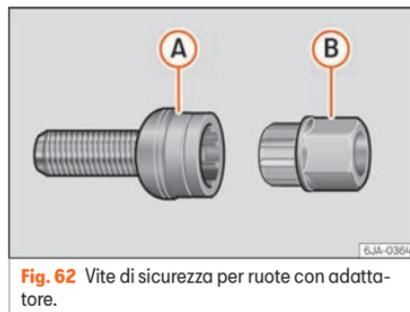

Fig. 62 Vite di sicurezza per ruote con adattatore.
- Inserire l'adattatore (B) »» fig. 62 con il lato dentato fino al fermo nella dentatura interna della vite di sicurezza per ruote in modo tale che (A) fuoriesca solo l'esagono esterno.
- Introdurre fino in fondo la chiave per le ruote nell'adattatore (B).